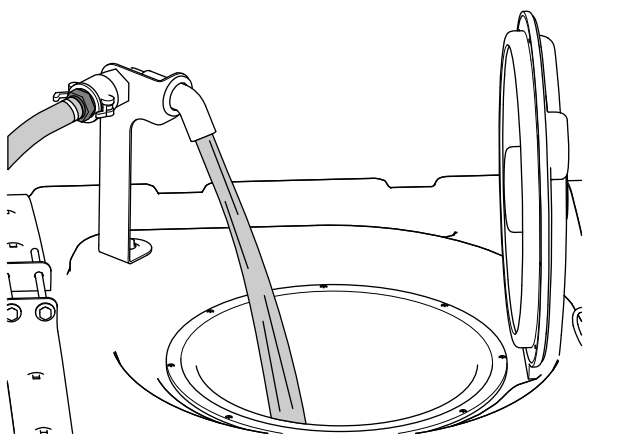

Figure 25
5. Ajoutez les 3/4 de l'eau nécessaire dans la cuve (Figure 25).